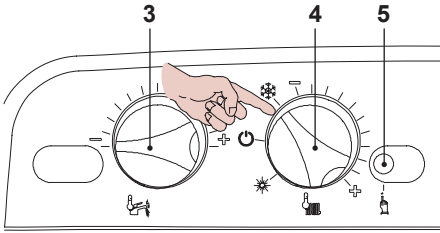
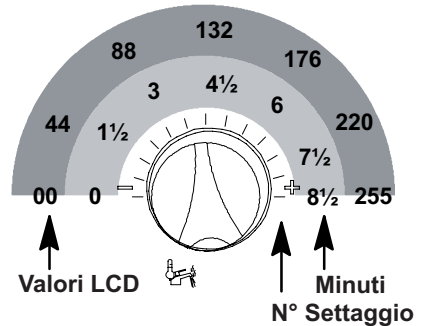

Fig. 5.59
Fig. 5.63
- Posizionare le manopole 3 e 4 come indicato in Fig. 5.59.
- Per settare il tempo di frequenza di riaccensione bisogna entrare in programmazione premendo per 15 secondi il pulsante di ripristino **5**, in Fig. 5.59 fino alla comparsa del parametro **P01** sul display LCD; sul display LCD compare la seguente visualizzazione (la sequenza **P01** si alterna ---).
- Premere il pulsante di ripristino **5** in Fig. 5.59 per lo scorrimento dei vari parametri sino al raggiungimento del parametro **P10** valido per il settaggio della frequenza di riaccen-
- Per cambiare il settaggio ruotare la manopola regolazione temperatura sanitari **3** in Fig. 5.59 e posizionarla sul tempo prescelto Fig. 5.63 (nella figura esempio manopola settata per frequenza di riaccensione di 3 minuti).
Il passo del settaggio della manopola **3** Fig. 5.63 corrisponde a un valore letto sul display LCD di circa **44** (90 secondi) e questo valore può essere variato fino a circa **255** (8 minuti e mezzo); nell'LCD la sequenza **P10** si alterna con **60**.